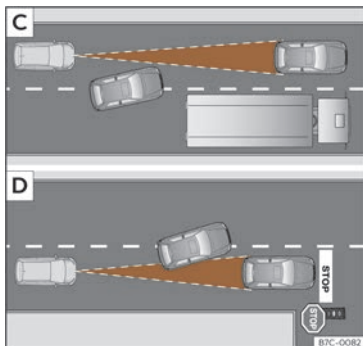

**Fig. 160** [C] Changement de voie d'un véhicule. [D] Véhicule tournant et un autre arrêté.
- Véhicules changeant de voie pour aller sur la vôtre, à courte distance de votre véhicule » » » **fig. 160** [C].
L'ACC ne réagit pas face à des véhicules arrêtés. Par ex., si un véhicule détecté par l'ACC tourne ou se détache et que devant ce dernier se trouve un véhicule à l'arrêt, l'ACC ne réagira pas face à celui-ci » » » **fig. 160** [D].